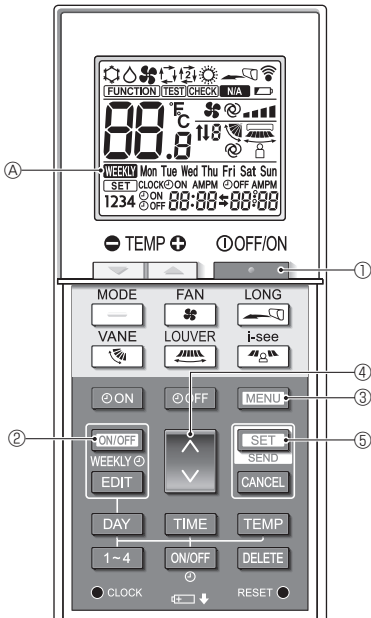
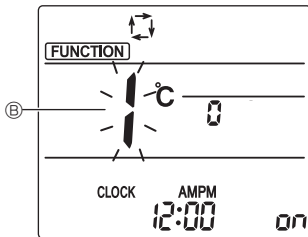
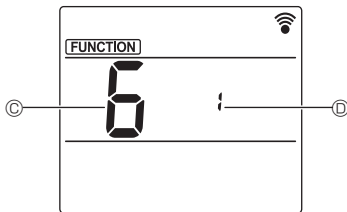

Fig. 8-1
Fig. 8-2
Fig. 8-3
8.1. Wi-Fi interface-instelling (alleen Mr. Slim) (Fig. 8-1, Fig. 8-2, Fig. 8-3)
- Druk op de toets ① om de airconditioner te stoppen.
- Als de Week-timer ingeschakeld is, druk dan op de toets ② om de timer uit te schakelen. (verdwijnt.)
- Druk op de toets ③.